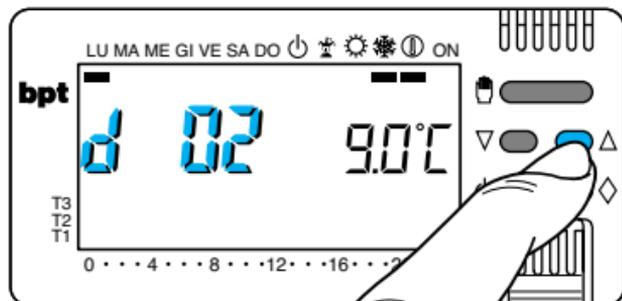

Fig. 55
10.6 - Premere il pulsante ∇ oppure \triangle (fig. 55) sino a raggiungere il numero di giorni desiderato da 1 a 99.